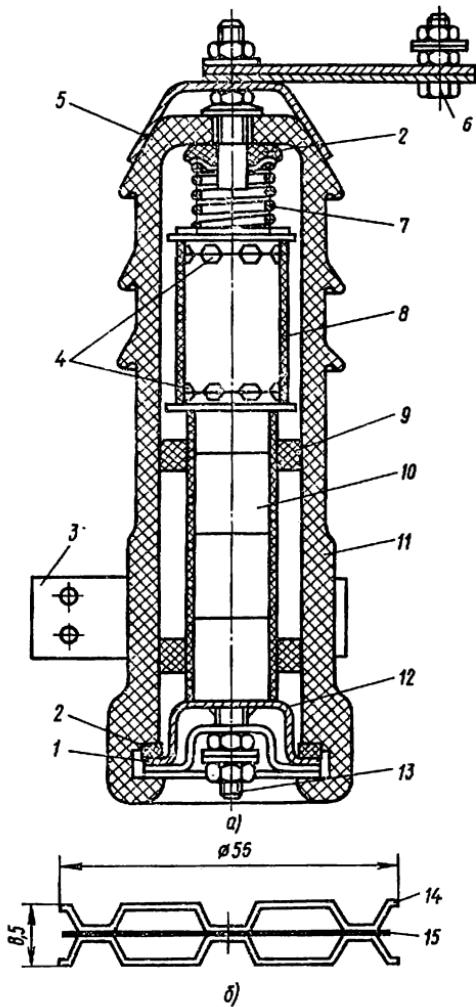

Рис. 92. Вентильный разрядник РВП-10:
**Разрядник РВП-10.** Он состоит (рис. 92) из многократных искровых промежутков и последовательных нелинейных резисторов (сопротивлений), помещенных в фарфоровый корпус. Единичный искровой промежуток состоит из двух фасонных латунных электродов 14, при克莱енных к изоляционной мikanитовой или картонной прокладке 15. Искровые промежутки в определенном количестве помещены в бакелитово-бумажный цилиндр, который не позволяет им смешаться друг относительно друга.